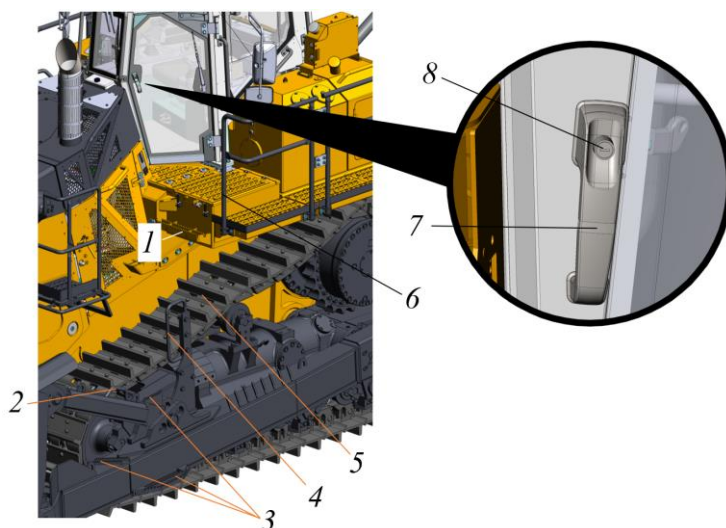

Рисунок 3.25. Вход в кабину оператора
Вход в кабину и выход из нее должен осуществляться с левой стороны машины по специально предусмотренным для этих целей системам доступа (ступени 1, 3, поручни 2, 4, 6,) и частям машины (гусеничные ленты поз. 5) (рис. 3.25). При подъеме и спуске необходимо быть обращенным лицом к машине.
- ▶ Нажать на кнопку замка 8, рис. 3.25 и потянуть за ручку двери 7 на себя.